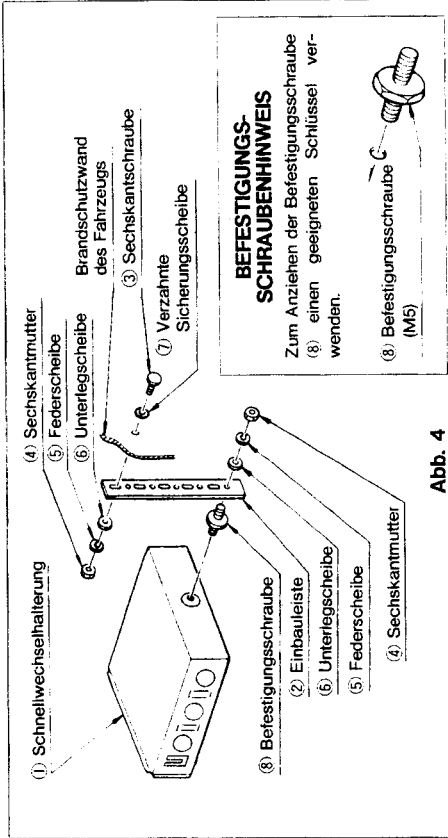

Abb. 4
■ Verwendung der Einbauleiste (Siehe Abb. 4.)